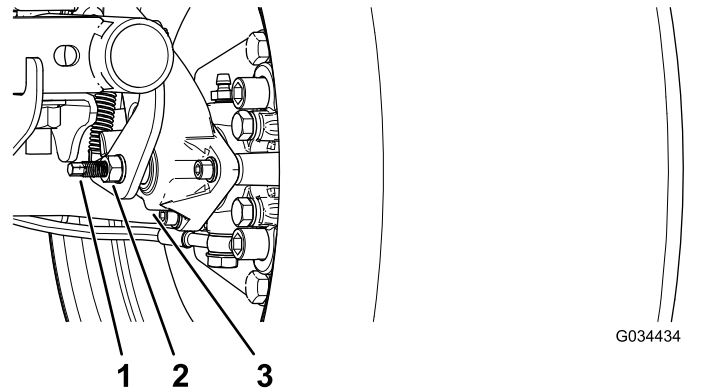

図 53
3. レンチを2本使用し、1本のレンチでキャリパの調整ポストが回らないように保持しながら、もう1本でジャムナットを 1/4 回転ゆるめる図 53。
4. 調整ポストとジャムナットを保持した状態で、調整ポストを回して締め付ける図 53。
5. 調整ポストとジャムナットを保持した状態で、1/4 回転だけでもどす図 53。
6. 調整ポストとジャムナットを保持した状態で、ジャムナットを締め付ける図 53。